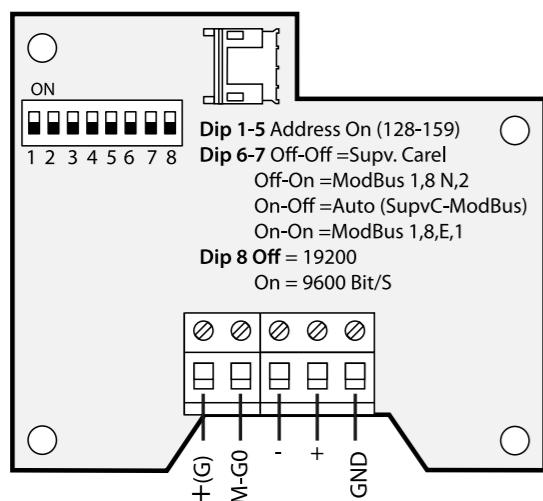
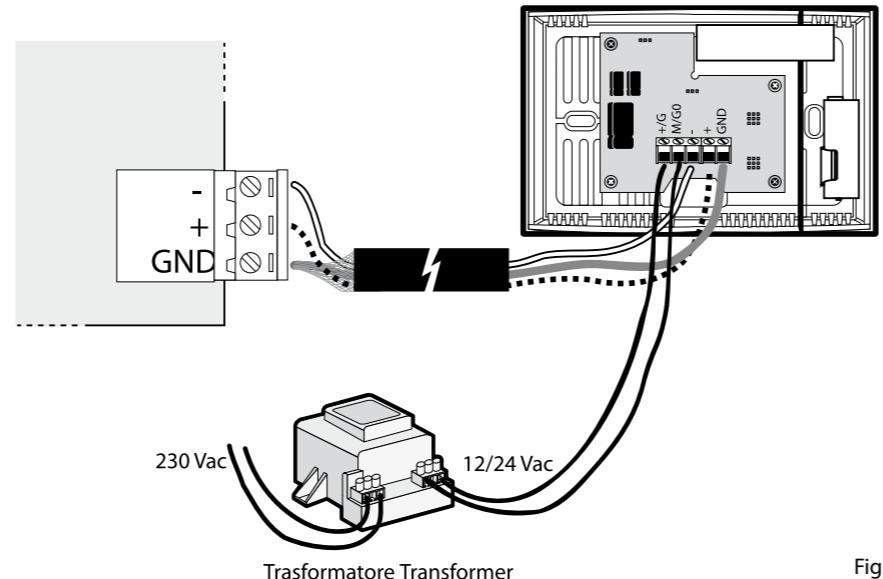

Fig 6
Fig 7
In fig. 6 sono riportati gli schemi di collegamenti per le connessioni con uscita Seriale diretta oppure optoisolata.
- è da prevedere un isolamento principale rispetto all'alimentazione di rete per il controllo a cui la sonda è collegata. Per evitare errori dovuti alla corrente di alimentazione si può utilizzare un'alimentazione supplementare da un trasformatore esterno (fig. 7 cod. trasformatore).
- per ridurre i disturbi di alimentazione (con versioni NON optoisolate) si può utilizzare una alimentazione supplementare da trasformatore esterno (vedi es. fig. 7). Il trasformatore non deve essere collegato a terra e può essere posizionato dentro il quadro del regolatore, eliminano così i disturbi di alimentazione. Nel caso l'applicazione richieda più sonde seriali, deve essere previsto un trasformatore per ogni sonda. Facendo questo, la distanza max di collegamento può essere di 100m (fig. 6) tra sonde e 500m in totale.
The 8 dipswitches (DP1, 8) can be set to select the serial signal transmission mode and the address of the peripheral, as shown in Fig. 6:
Fig. 6 shows the diagrams for the connections with direct or optically-isolated serial output.
- basic insulation is required from the mains power supply for the controller that the probe is connected to. To avoid errors due to the power supply current, an additional power supply from external transformer can be used (Fig. 7).
- to reduce the disturbance of the power supply (with versions that are NOT optically-isolated), an additional power supply from external transformer can be used (see e.g. Fig. 7). The transformer must not be earthed and may be positioned inside the controller panel, this eliminating disturbance from the power supply. If the application requires multiple serial probes, a transformer must be used for each probe. Doing this, the max connection distance is 100 m (Fig. 6) between the probes and 500 m in total.